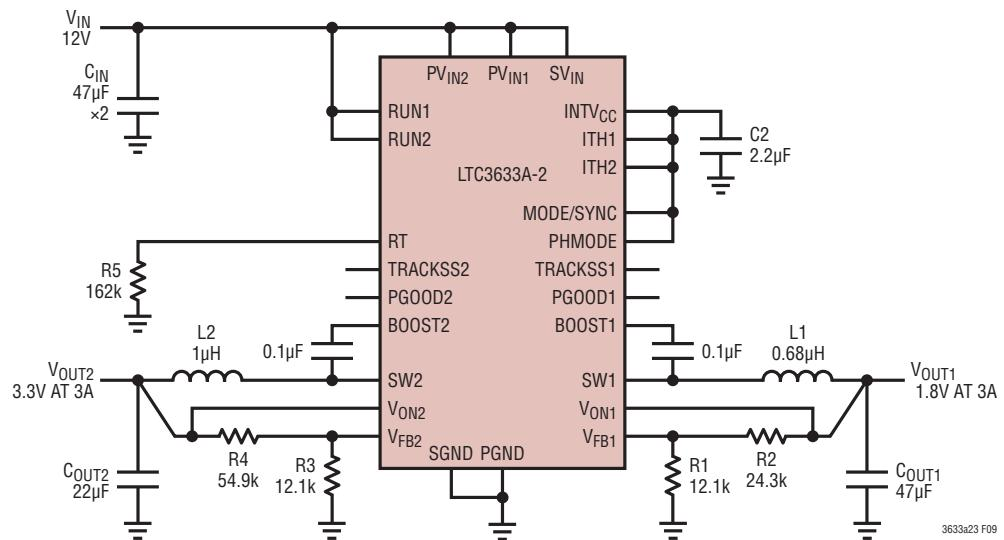

図9. 設計例の回路
- 3) 抵抗分割器(たとえば、図9のR1～R4)は、C_{OUT}の(+)電極とSGNDの近くに終端しているグランド・ラインとの間に接続する必要があります。帰還信号V_{FB}は、SWラインのようなノイズの多い部品やトレースから離して配線し、帰還信号のトレースはできるだけ短くします。さらに、R_T抵抗とループ補償部品はSGNDに終端します。
最終的な回路を図9に示します。